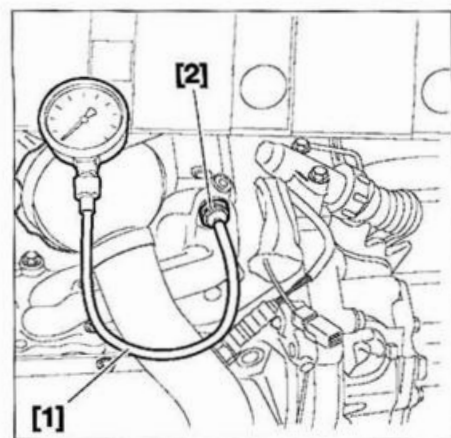

FIG. 23
- Para el control de la presión de aceite, conectar un manómetro [1] (maletín ref. 4103-T), provisto de un adaptador [2], en lugar del manocontacto (Fig.23).